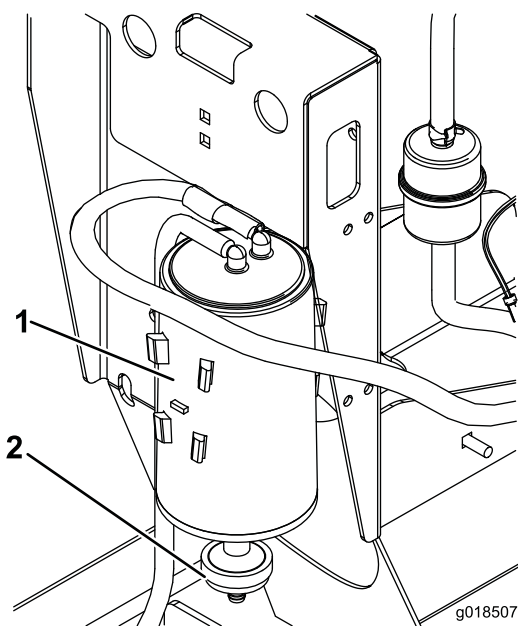

Figura 20
- Togliete il filtro dell'aria del canister a carboni attivi e scartatelo (Figura 20).